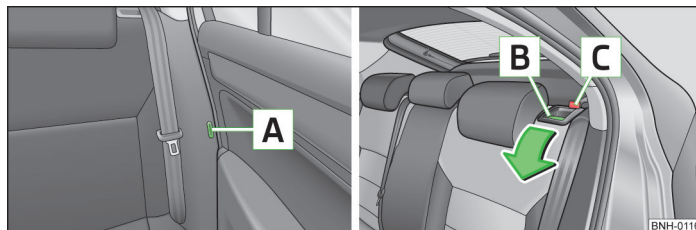

Fig. 36 Desbloquear el respaldo
- Meter la lengüeta de cierre del cinturón de seguridad en el orificio **A** » fig. 36 en el lado correspondiente del vehículo - posición de seguridad.